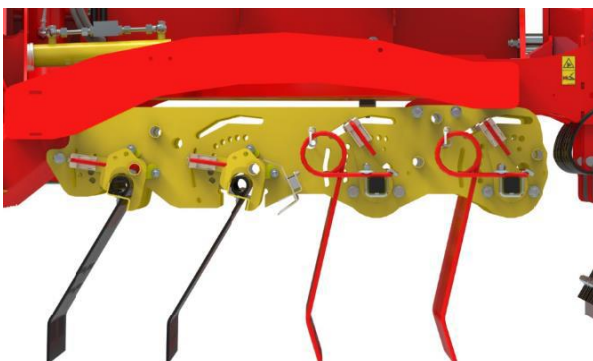

Figure 29
7. Les rangées de dents sont placées dans la position illustrée à la Figure 29.